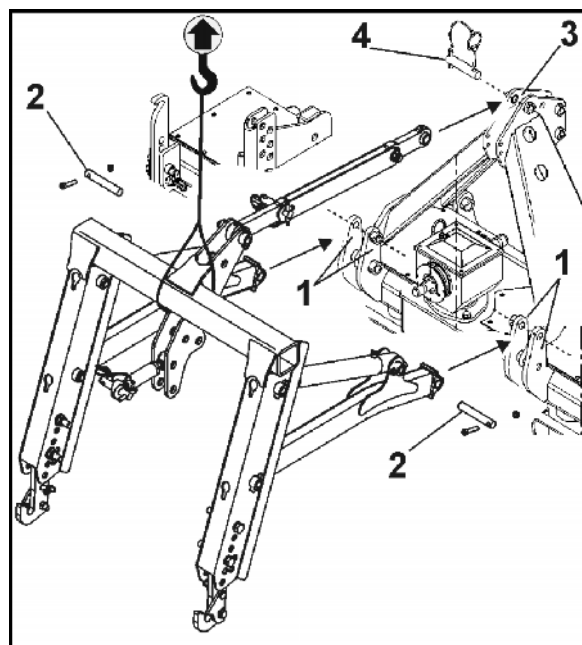

Fig. 49
4. Før løfterammen til venstre og højre mellem optagelsespladerne (Fig. 49/1), fastgør med bolte (Fig. 49/2), og sørg for at sikre med skrue og møtrik.
5. Fastgør topstangen på jordbearbejdningsmaskinens øverste koblingspunkt (Fig. 49/3) med bolten (Fig. 49/4), og sørg for at sikre med ringsplit.